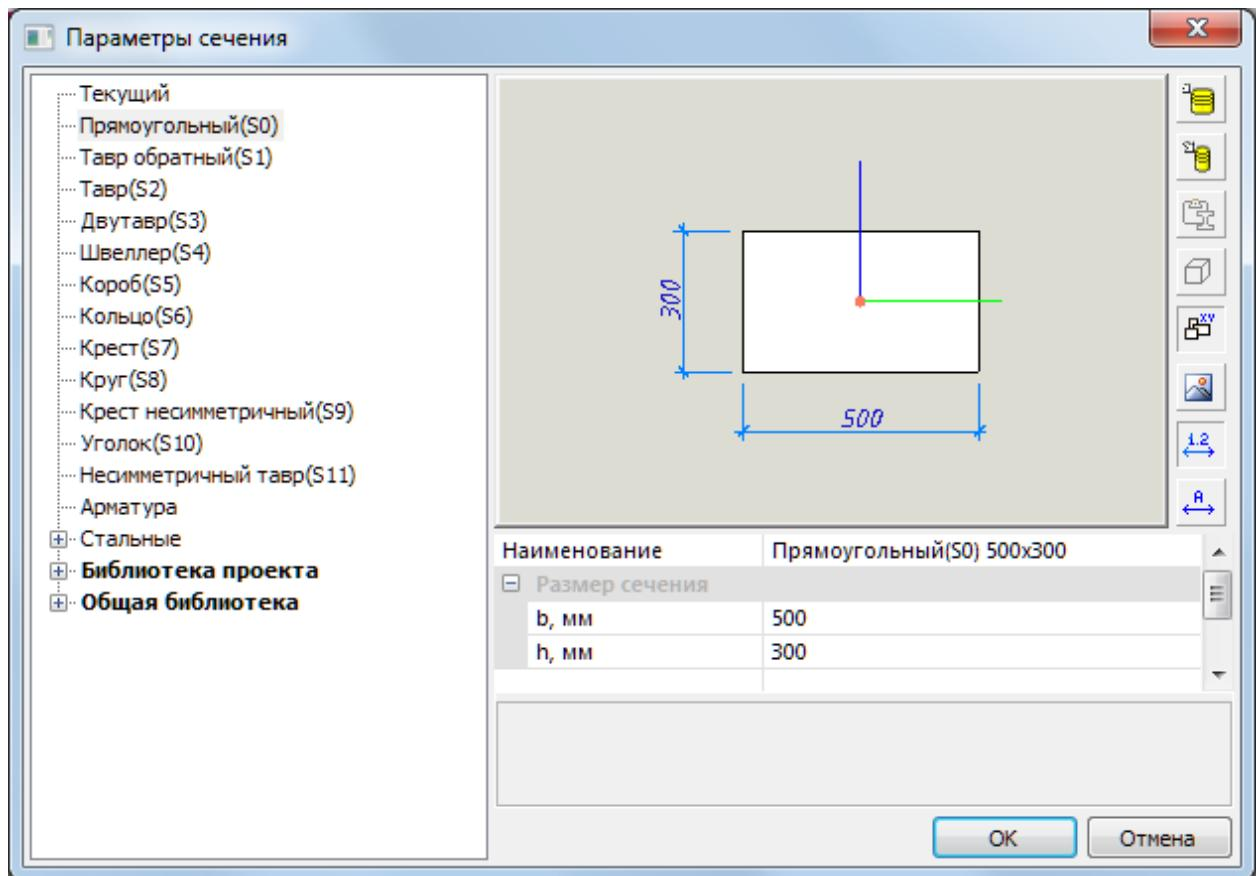

Рис.3.5 Диалоговое окно **Параметры сечения**
- Вызовите диалоговое окно **Параметры сечения** (рис.3.5) щелчком по кнопке в строке свойств инструмента Балка.